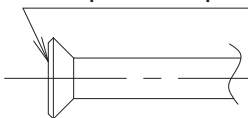

Рис. 20
- При обустройстве развальцованного соединения следует покрыть эфирным маслом только внутреннюю поверхность раструба. (См. Рис. 20)